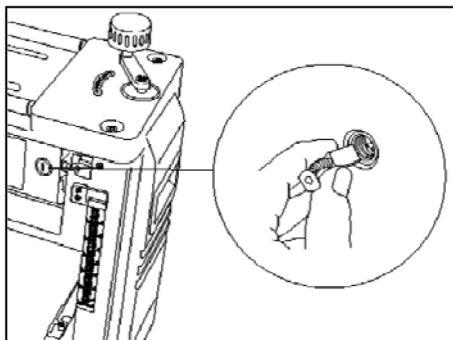

Рис. 21
2. Шлицевой отверткой открутите колпачки щеток (Рис. 21)